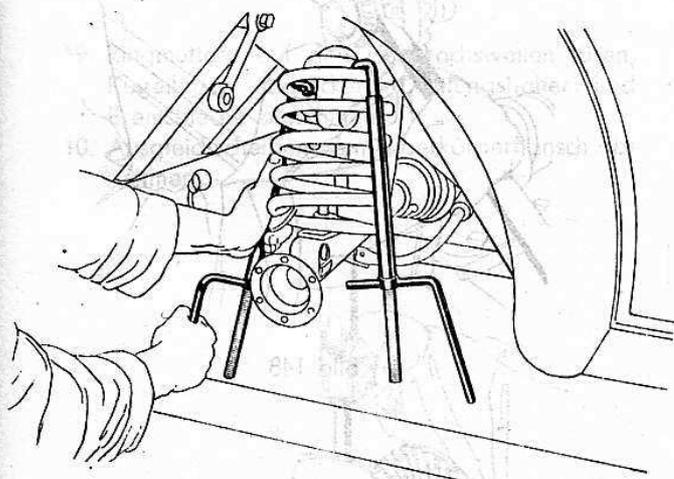

Bild 145
8. Hinterfedern mit Federspanner (Wst 1018) zusammendrücken (Bild 145), durch Federspannbügel (Wst 1141) zusammenhalten und Federbefestigung am Hinterachsrohr lösen.